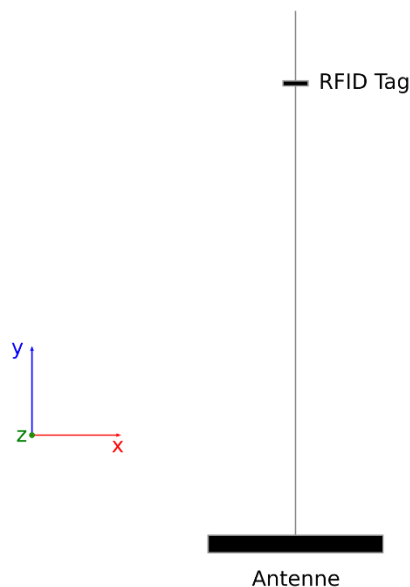

ABBILDUNG 1 - VERSUCHSANORDNUNG, DER RFID TAG IST IN DER FLUCHT DER ANTENNE
- Distanz zwischen Tag und Leser in y-Richtung (siehe Abbildung 1)